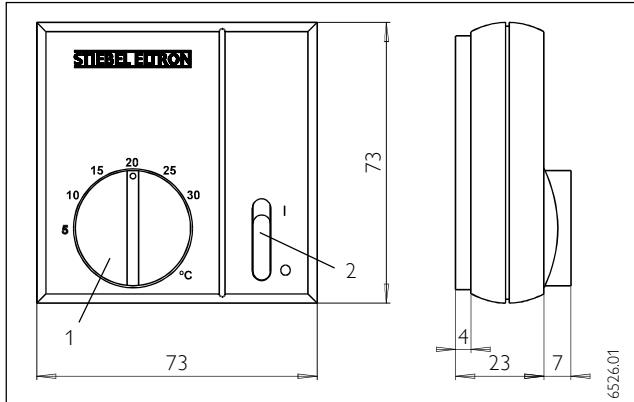

Abb. 1 / Fig. 1 / Afb. 1
An dem Drehknopf (Abb. 1, Pos. 1) kann die gewünschte Raumtemperatur eingestellt werden.
Der Schalter (Abb. 1, Pos. 2) dient zum generellen Ein- oder Ausschalten des Heizgerätes.
The room temperature can be adjusted with the rotary dial (Fig. 1, Pos. 1).
The switch (Fig. 1, Pos. 2) is used for switching the appliance on and off.
Le bouton de réglage (fig. 1, pos. 1) permet de régler la température ambiante désirée.
L'interrupteur (fig. 1, pos. 2) permet la mise en marche ou l'arrêt du thermostat.
De draaiknop (afb. 1 pos. 1) dient voor het afregelen van de gewenste kamertemperatuur. De schakelaar (afb. 1 pos. 2) dient voor het algemeen uitschakelen van het toestel.